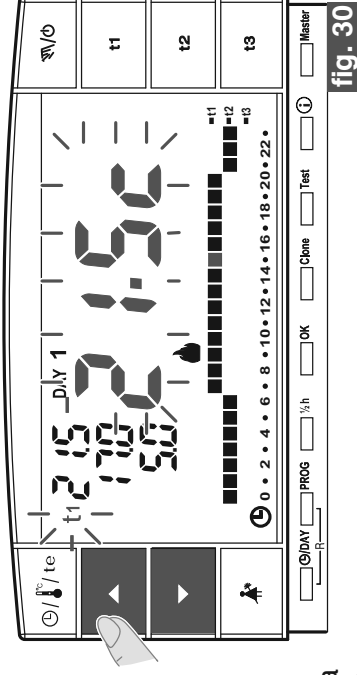

fig. 30
- A través de las teclas   configurar el valor de limitación de la temperatura (ejemplo en fig. 30).